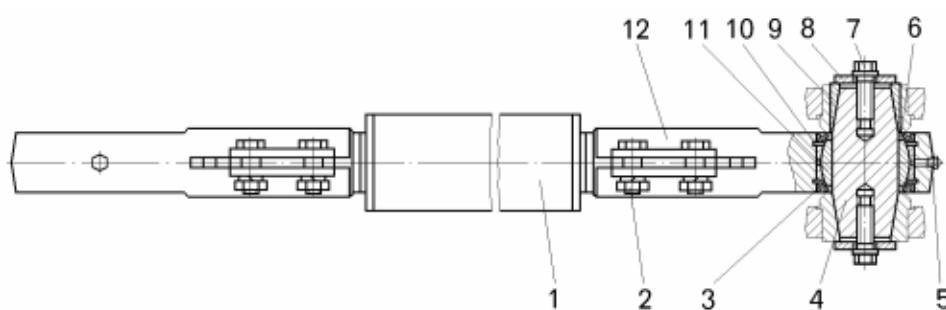

Рисунок 9.15 — Тяга рулевой трапеции:
- ослабить клемные соединения тяги, отвернув гайки 2 (рисунок 9.15);